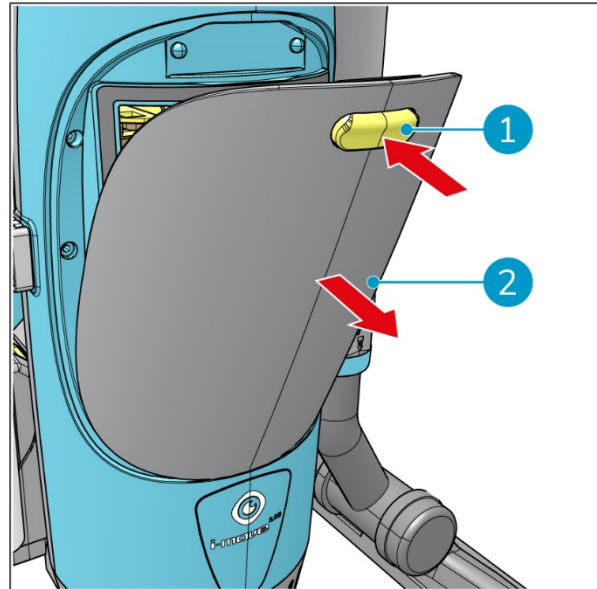

Figura 8
2. Premere il pulsante giallo (Figura 8, pos 1) per sbloccare il portello.
3. Rimuovere il portello (Figura 8, pos 2).
9. Sostituire il portello (Figura 8, pos 2), premere con decisione finché non scatta in posizione.